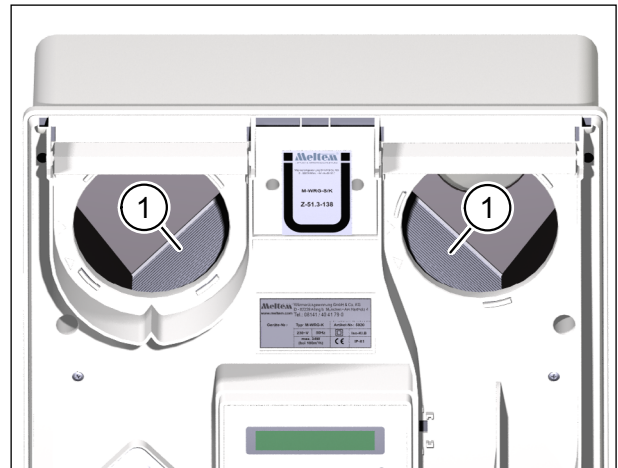

Abb. 9: Wärmeübertrager auf Verunreinigungen prüfen
- ▶ Kontrollieren Sie den Wärmeübertrager (Pos. 1 in Abb. 9) durch Sichtprüfung auf Verunreinigungen.